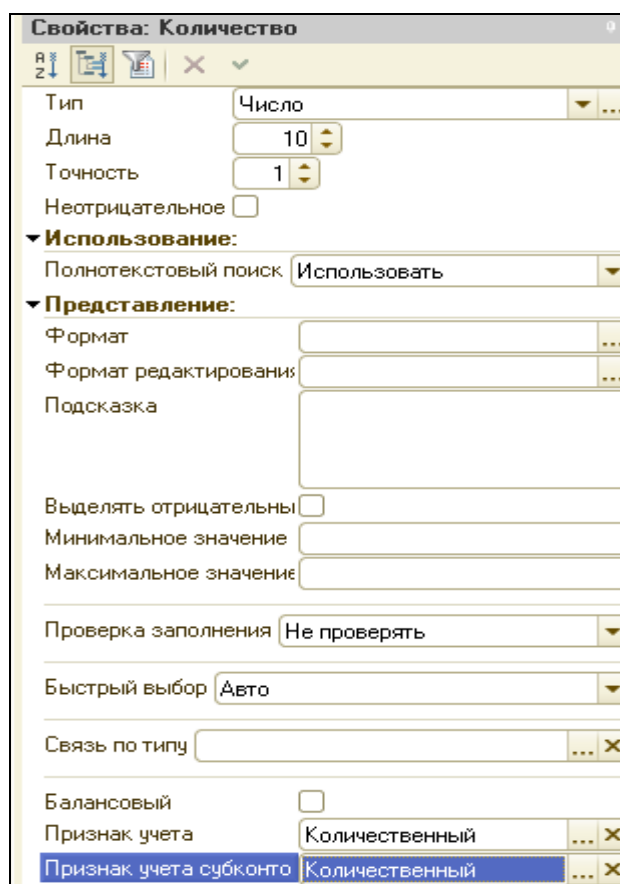

Рисунок 7.10 Свойство ресурса Количество
- Количество, длина 10, точность 2, Небалансовый, признак учета- Количественный, признак учета субконто – Количественный (рис. 7.10).